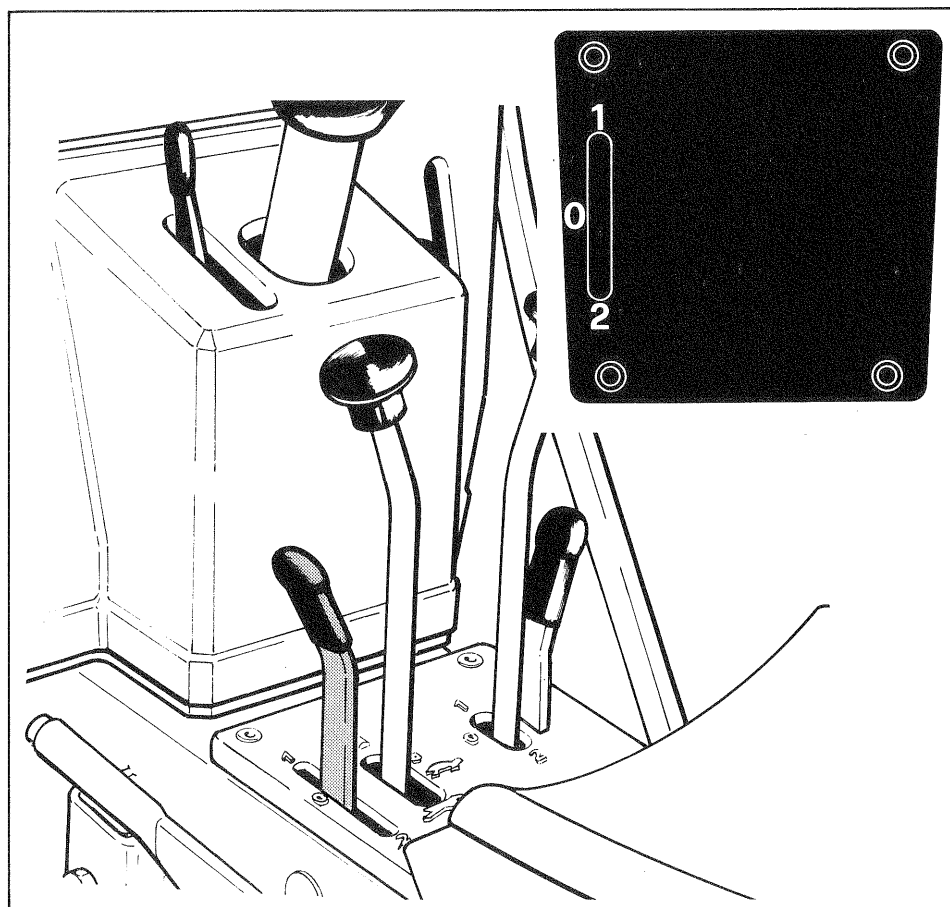

Fig. 8 - Bild 8
Questa p.d.p. deriva il moto direttamente dal motore, dopo la frizione, e pertanto il suo numero di giri è legato solo a quello del motore; il suo senso di rotazione rimane il medesimo anche in retromarcia. Una leva di comando, a due posizioni, consente di selezionare due differenti rapporti di riduzione per la p.d.p. (vedere la fig. 8). È impiegata per l'azionamento di attrezzi o macchine operatrici.
2. Innestare la presa di potenza alla velocità desiderata portando la rispettiva leva di comando (fig. 8) in posizione 1 (lenta) oppure 2 (veloce). Accertarsi che la leva sia perfettamente innestata.
The live p.t.o. is powered direct by engine, after the clutch, hence the revolution number is depending on engine; the p.t.o. direction of rotation remains unchanged even in REVERSE. A two-position control lever allows two different reduction ratios to be selected for the p.t.o. (see fig. 8). The live p.t.o. is used for driving implements or operating machines.
Cette P.d.f. est entraînée directement par le moteur, après l'embrayage, le nombre de tour étant en fonction du régime du moteur. Le sens de rotation demeure égal, même en marche arrière. Un levier de commande à deux positions, permet de choisir deux divers rapports de réduction pour la P.d.f. (voir fig. 8). Elle est utilisée pour actionner des outiles ou des machines opératrices.
2. Connecter la prise de force à la vitesse voulue en amenant le levier de commande (fig. 8) en position 1 (faible vitesse) ou 2 (haute vitesse). S'assurer que le levier soit bien engagé.
Die Kraftübertragung auf diese Zapfwelle erfolgt direkt vom Motor aus, hinter der Kupplung, weshalb die Zapfwellendrehzahl nur mit der Motordrehzahl verbunden ist. Die Drehrichtung der Zapfwelle bleibt auch im Rückwärtsgang unverändert. Ein Steuerhebel mit 2 Stellungen ermöglicht die Vorwahl von 2 verschiedenen Untersetzungsverhältnissen für die Zapfwelle (siehe Bild 8). Diese Zapfwelle dient zum Antrieb von Geräten oder Arbeitsmaschinen.
2. Die Zapfwelle durch Einlegen des betreffenden Steuerhebels (Bild 8) in Stellung 1 (langsam) oder 2 (schnell) in die gewünschte Drehzahl einschalten. Sich vergewissern, dass der Steuerhebel einwandfrei eingeschaltet ist.